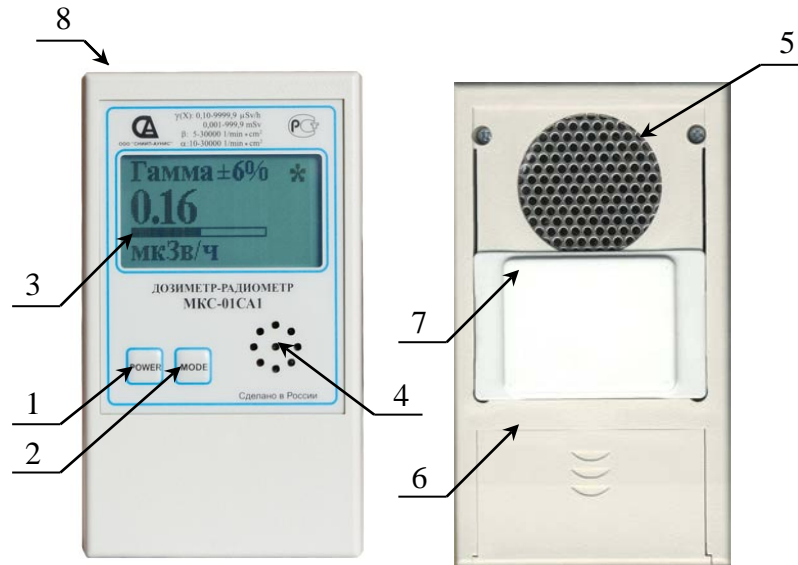

Рис. 1. Общий вид прибора МКС-01СА1
- снимите крышку отсека питания (см. Рис. 1);
- закройте рабочую поверхность детектора, сдвинув поглощающий экран (см. Рис. 1) в верхнее положение.
- подключите выходной разъём сетевого адаптера к разъёму mini USB, расположенному в верхнем торце прибора (см. Рис. 1);
- закройте входное окно детектора, сдвинув экран (см. Рис.1) в верхнее положение;
2.4.1 Закройте входное окно детектора, сдвинув экран (см. Рис.1) в верхнее положение. Включите питание прибора (однократно нажмите и отпустите кнопку «**POWER**»). Прибор измеряет интегральную дозу излучения с момента включения прибора в режимах «**ГАММА**» или «**ДОЗА**». Дисплей прибора в режиме «**ДОЗА**» показывает суммарное время измерения дозы в часах и минутах «**ДОЗА XX XX**» и значение накопленной дозы в цифровом формате четырех значащих цифр с плавающей запятой с указанием единицы измерения: «**X,XXX mSv**». Прибор сохраняет значение накопленной дозы и времени экспонирования